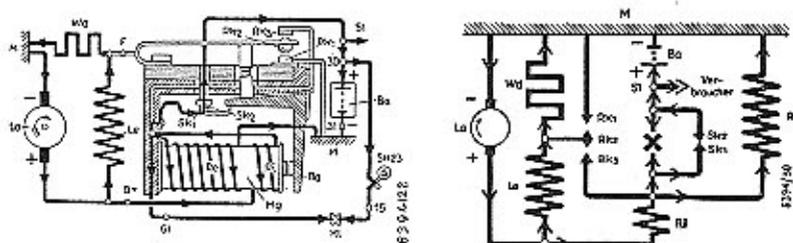

Bild 18\*
b) Während der Regelung (siehe Bild 18)\*.
Bei einer gewissen höheren Drehzahl ist die Spannung so hoch gestiegen, daß der Anker so stark angezogen wird, daß der mittlere Reglerkontakt Rk2 in einer Mittellage zwischen Rk1 und Rk3 bleibt. Der Widerstand ist solange dauernd eingeschaltet (Bild 18).